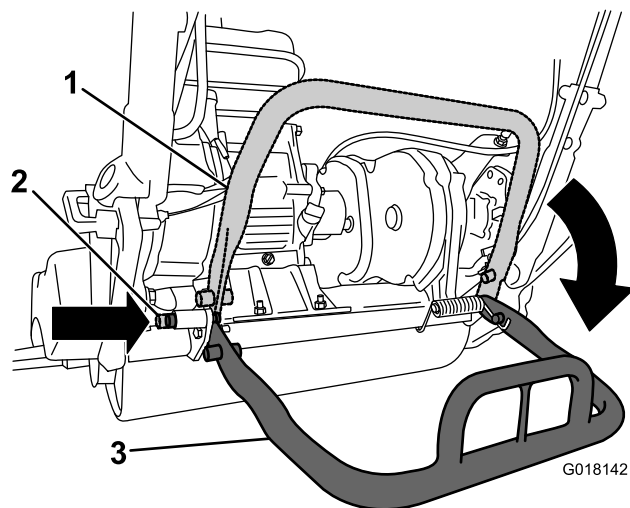

Figure 5
2. Abaissez la béquille et appuyez sur la goupille de verrouillage pour bloquer la béquille en position d'ENTRETIEN (Figure 5). Appuyez la machine sur la béquille bloquée.